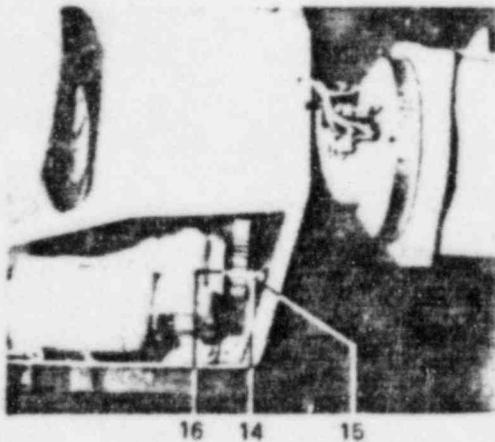

Fig. 5
Rutschmoment der Rutschkupplung (14/fig 5) laut Prüfprotokoll nachkontrollieren.
Rutsche (15/fig 5) kann mit einem mitgelieferten Schlüssel nachgestellt werden.
*Vor dem Nachstellen der Rutschkupplung die Blechlasche der Sicherungsscheibe (16/fig 5) hochbiegen, und nach dem Nachstellen die Schraube wieder sichern.*
Check the torque of the clutch (14/fig 5) according to the test protocol.
The clutch (15/fig 5) can be adjusted with the supplied wrench.
*Before adjusting the clutch, bend up the plate tabs of locking washer (16/fig 5) and re-secure after adjusting the screw.*